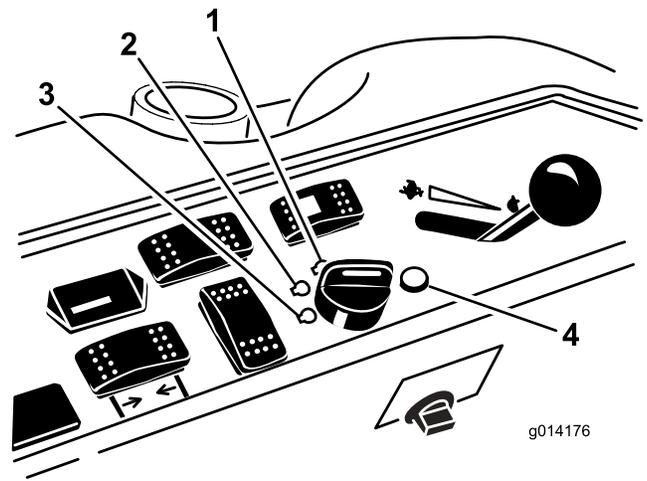

Bild 20
- Drehen Sie den Zündschlüssel nach rechts in die LAUF-Stellung (Bild 20).
3. Drehen Sie den Zündschlüssel in die AUS-Stellung (Bild 20). Warten Sie, bis alle sich bewegenden Teile zum Stillstand gekommen sind, bevor Sie die Bedienungsposition verlassen.